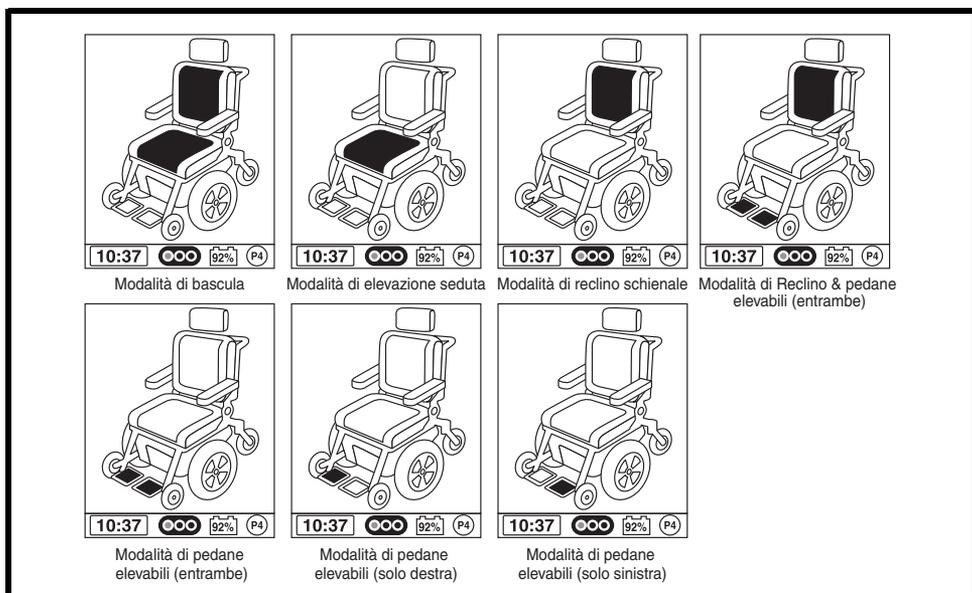

Figura 9. Selezione attuatore
3. Spingere il joystick verso destra o sinistra per eseguire il ciclo degli attuatori disponibili fino a quando quelli desiderati sono illuminati sull'apposito indicatore. Vedere figura 9.